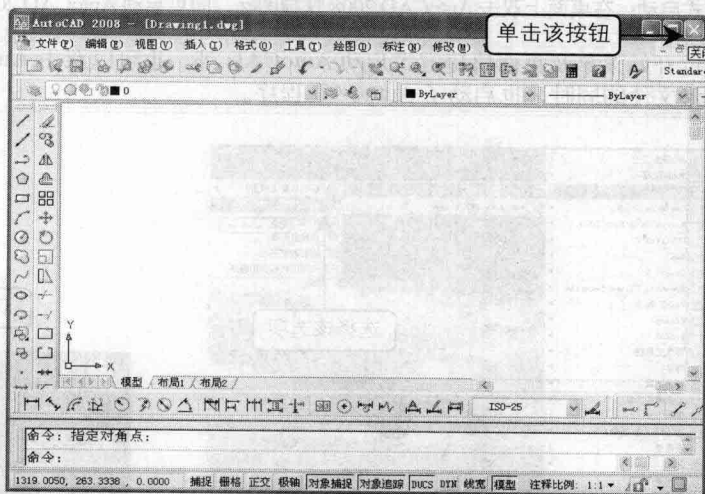

图 1-10 单击“关闭”按钮退出
- ◎ 单击“关闭”按钮：在 AutoCAD 2008 程序窗口的右上角单击“关闭”按钮, 即可退出 AutoCAD 2008，如图 1-10 所示。